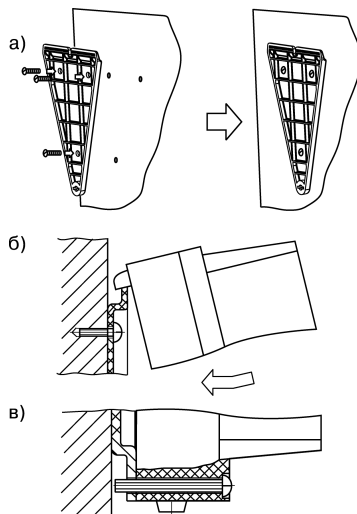

Рисунок 7.1 – Установка прибора настенного крепления
- 1) Кронштейн закрепляется тремя винтами М4 на поверхности, предназначенной для установки прибора (см. Приложение А и рисунок 7.1, а).
- 2) Крепежный уголок зацепляется на задней стенке прибора за верхнюю кромку кронштейна (рисунок 7.1, б).
- 3) Прибор прикрепляется к кронштейну винтом из комплекта поставки (рисунок 7.1, в).